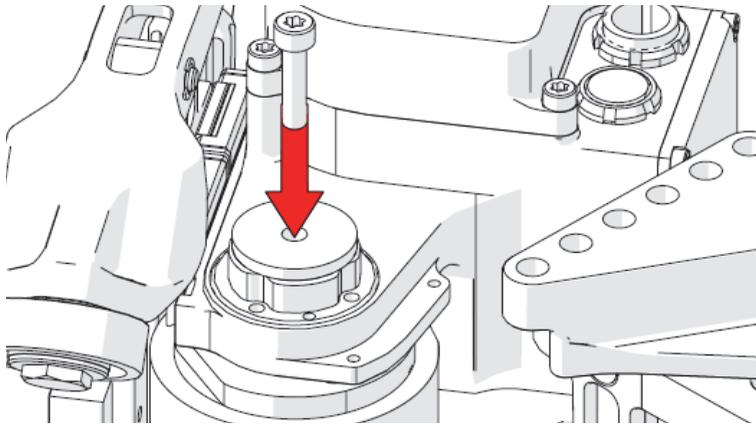

图2-19 插入轮子拉拔器螺钉
21. 将轮子拉拔器螺钉穿过垫圈和轴承座，拧入到轮轴中（参见第95页的图2-19）。